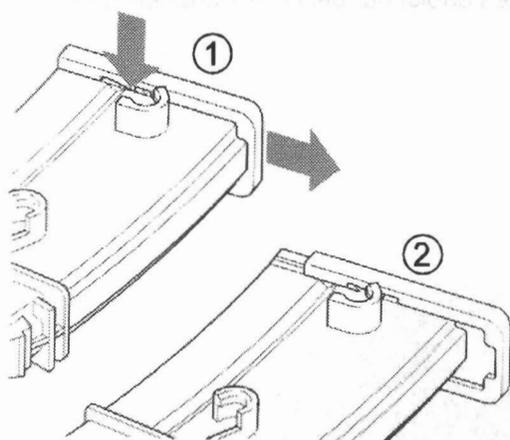

Bild 28 Magazinboden lösen
⇒ Mit dem Daumen direkt unterhalb des Magazinbodens (Bild 28/Pfeil) das Magazingehäuse kurz zusammendrücken und gleichzeitig Magazinboden bis zur zweiten Rast abziehen (2).